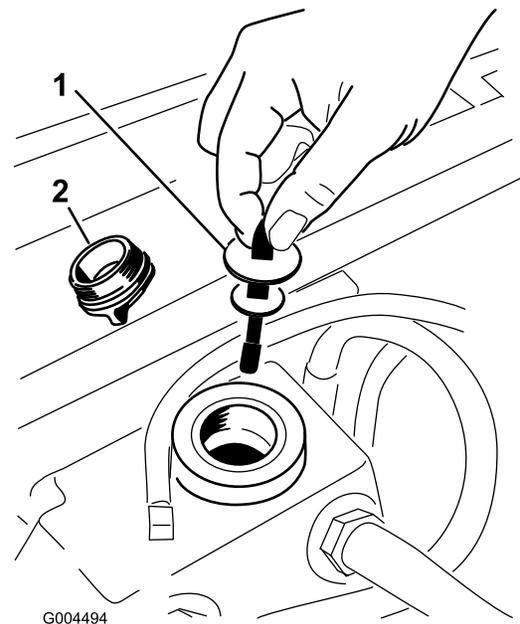

Рисунок 60
5. Снимите крышку заливной горловины бака гидравлической жидкости (Рисунок 60).
6. Выверните масломерный щуп и протрите его чистой ветошью (Рисунок 60).
7. Вставьте масломерный щуп в заливную горловину; затем извлеките его и проверьте уровень жидкости (Рисунок 60).